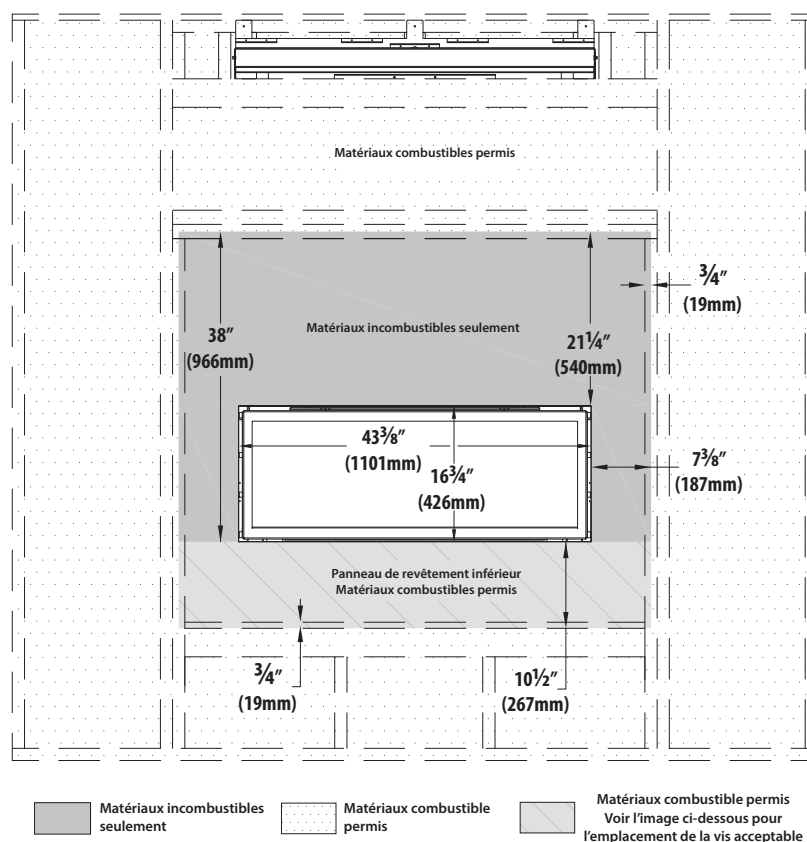

Figure 3.1, Dimensions minimales des matériaux incombustibles de finition
- La Figure 3.6 montre l'installation de matériaux combustibles de finition murale d'une épaisseur maximale de 1 po (25 mm). Ces matériaux combustibles sont installés par dessus tous les matériaux incombustibles exigés, tels que montrés à la Figure 3.1 (page 10).